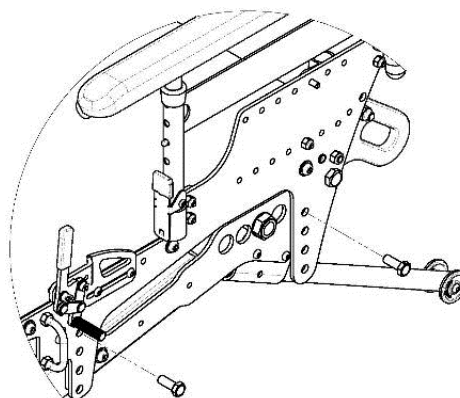

Fig. 18 Justering af sædehøjde – montering af bolte.
1. Fjern de bolte og møtrikker, der forbinder den øvre og nedre ramme (fig. 18) ved hjælp af ringgaffelnøgle.